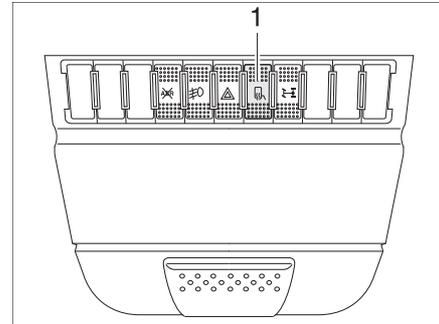

Bild 21 Schalter für Spiegelheizung
- Den Schalter (Bild 21,1) am Armaturenbrett drücken. Die Kontroll-Leuchte im Schalter zeigt den Betrieb an.